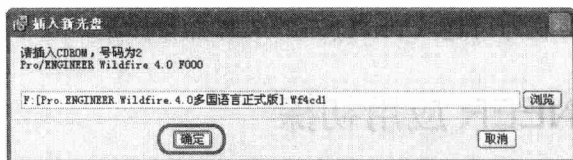

图 1-12 【插入新光盘】对话框
(11) 现在系统进行许可证管理配置，系统配置到一定进度后，弹出【插入新光盘】对话框，如图 1-12 所示。接着放入第 2 张光盘，然后单击 **确定** 按钮系统再进行许可证管理配置。